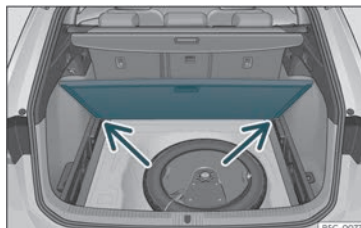

Fig. 123 Piso variável da bagageira: posição inclinada.
- Apoie o piso sobre os alojamentos previstos para o efeito »» **Fig. 123** (setas).